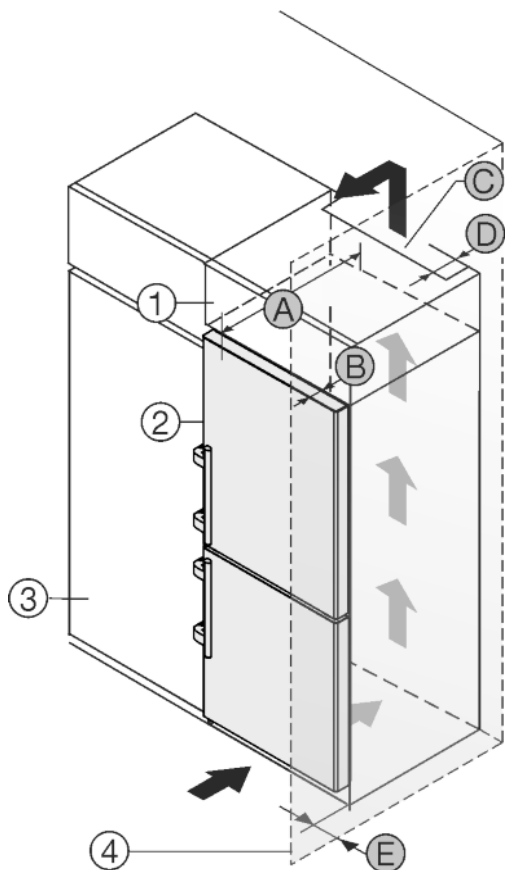

Fig. 13
El aparato se puede rodear de armarios de cocina. Para adaptar el aparato Fig. 13 (2) a la altura de la cocina, se puede instalar un armario Fig. 13 (1) correspondiente sobre el aparato.
El aparato puede colocarse directamente junto al armario de cocina Fig. 13 (3). Para poder abrir totalmente la puerta, el aparato debe sobresalir sobre la profundidad Fig. 13 (B) del frente del armario de cocina. El aparato puede sobresalir más en función de la profundidad de los armarios de cocina y del uso de los distanciadores de pared.
- En la parte trasera del armario superior debe haber una cámara de escape de aire con una profundidad Fig. 13 (D) por toda la anchura del armario.
- Bajo el techo de la habitación debe mantenerse la sección transversal de ventilación Fig. 13 (C).
Si el aparato se instala con las bisagras junto a una pared Fig. 13 (4), debe mantenerse la distancia Fig. 13 (E) entre el aparato y la pared. Esto equivale al saliente del tirador con la puerta abierta.